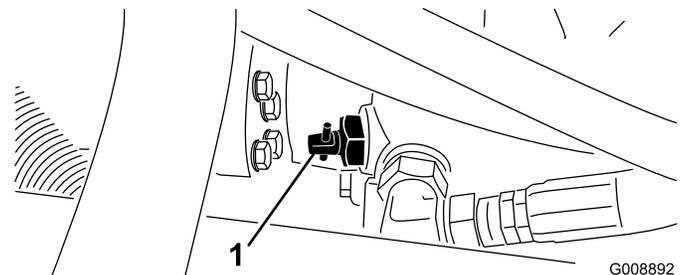

Figure 24
1. Trouvez la vanne de dérivation sur la pompe (Figure 24) et tournez-la de 90°.